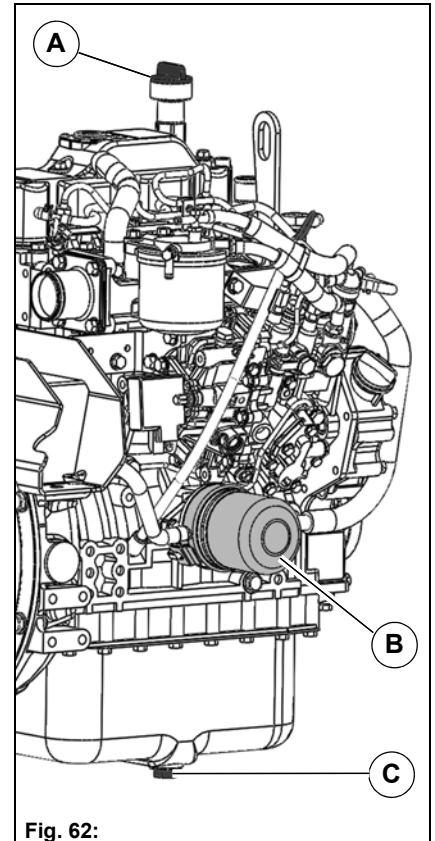

Fig. 62:
2. Placer un bac de récupération approprié sous la vis de vidange **Fig. 62-C**.
3. Retirer le bouchon du trou de remplissage d'huile **Fig. 62-A** pour évacuer l'air.
5. Remplacer le filtre à huile du moteur **Fig. 62-B**. S'assurer de la propreté des surfaces d'étanchéité et insérer une bague d'étanchéité neuve.